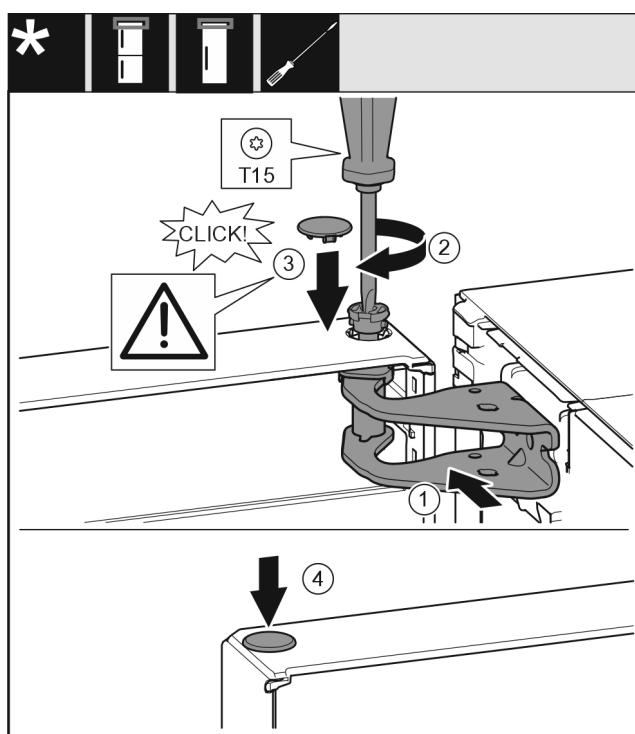

Fig. 20
- ▶ 将门的上方对准托架中的开口。Fig. 20 (1)
- ▶ 放入螺栓 Fig. 20 (2) 并用螺丝刀拧紧。
- ▶ 安装冰箱门安全装置的安全盖 Fig. 20 (3)：放入安全盖并检查其是否在门上。此外将螺栓完全插入。
- ▶ 放上堵头 Fig. 20 (4)。